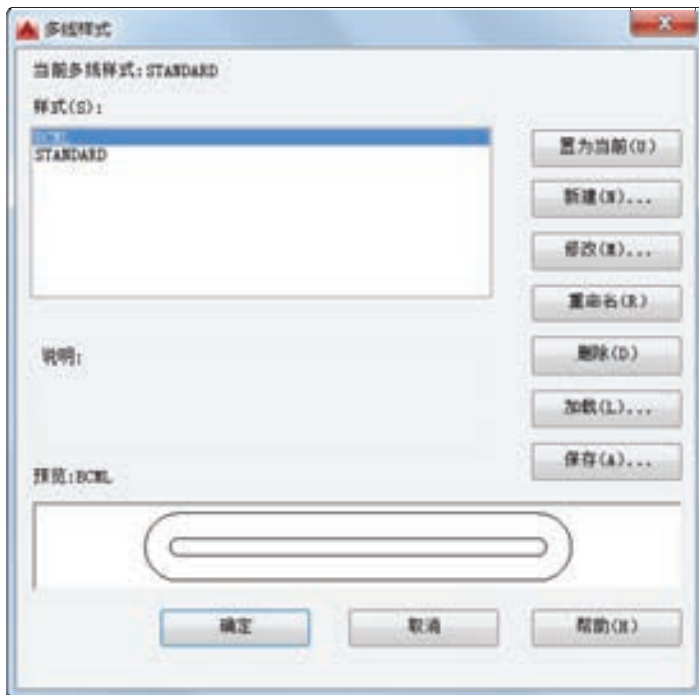

图 3-60 “多线样式”对话框
- 1) 从“格式”菜单中选择“多线样式”命令（对应的命令为“MLSTYLE”），打开图 3-60 所示的“多线样式”对话框。